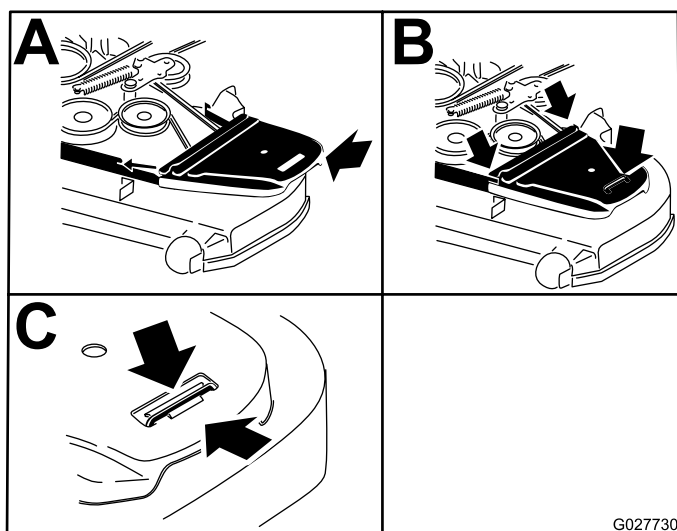

Figura 62
9. Instale las cubiertas de la correa (Figura 62).